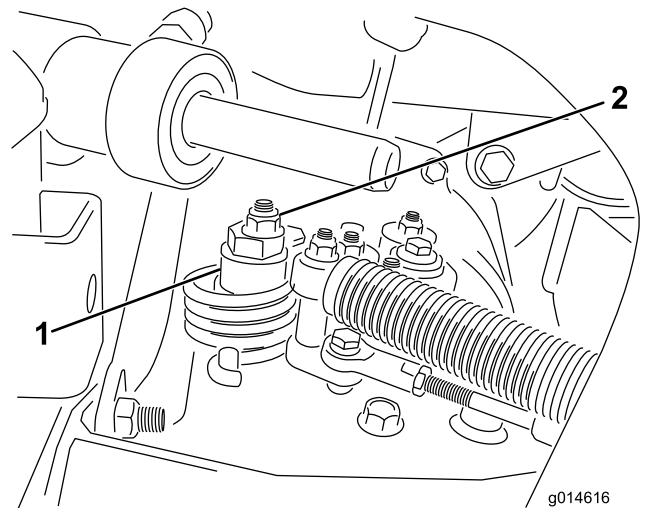

Figura 46
- A. Liberte a porca que fixa o disco excêntrico ao cima do hidróstato (Figura 46).
- C. Rode o disco excêntrico até eliminar a deslocação em qualquer um dos sentidos. Quando a roda deixar de rodar, aperte a porca, bloqueando deste modo o disco excêntrico e fixando a posição de ajuste (Figura 46). Verifique se o ajuste é o